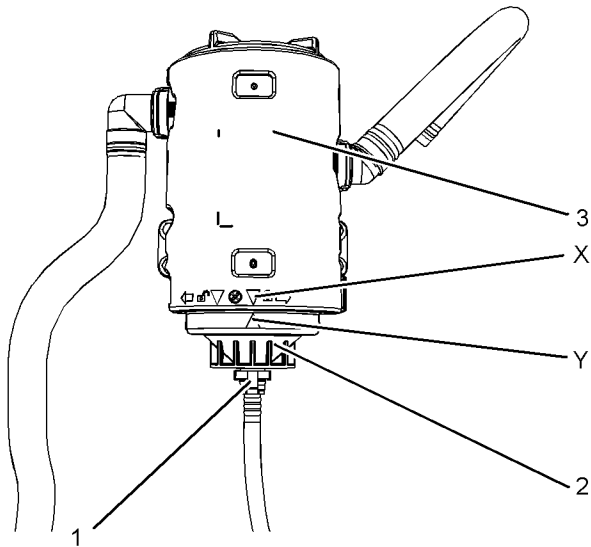

Abbildung 92
6. Die Filtereinheit und den unteren Deckel (2) einbauen. Den unteren Deckel von Hand im Uhrzeigersinn festdrehen, bis er auf dem Entlüftergehäuse einrastet. Sicherstellen, dass die Ausrichtungsmarkierungen (X und Y) korrekt ausgerichtet sind. Siehe Abbildung 92.
7. Den Leitungsanschluss (1) anbringen.